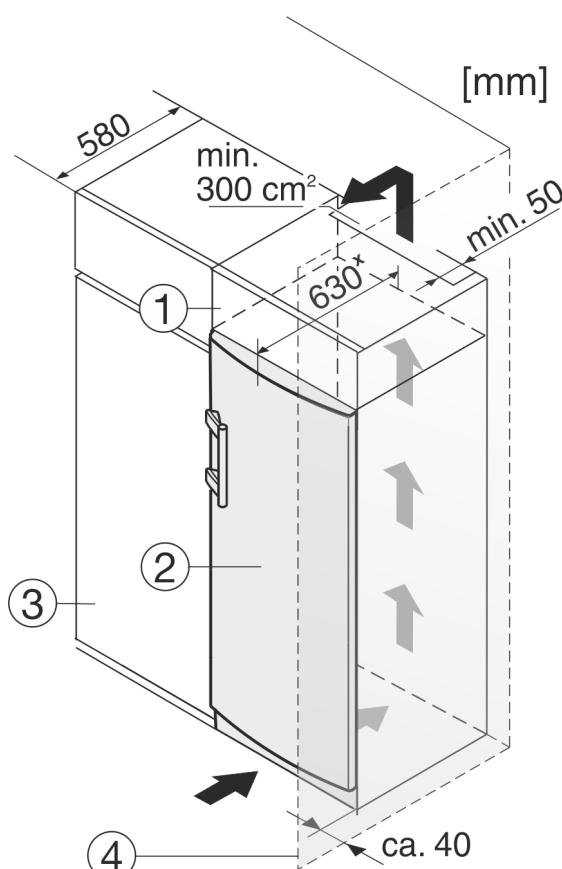

Fig. 12
Уредът може да е обграден с кухненски шкафове. За да изравнят височината на уреда Fig. 12 (2) с височината на вградената кухня, над уреда може да се постави шкаф-пристройка Fig. 12 (1).
При обграждане с кухненски шкафове (дълбочина макс. 580 mm) уредът може да се постави непосредствено до кухненския шкаф Fig. 12 (3). Отстрани уредът е издаден на 34 mm \*, а в средата на уреда – на 50 mm \* спрямо челото на кухненския шкаф.
Когато уредът се поставя с пантите до стена Fig. 12 (4), разстоянието между уреда и стената трябва да е поне 40 mm. Това отговаря на разстоянието, с което дръжките стърчат при отворена врата.